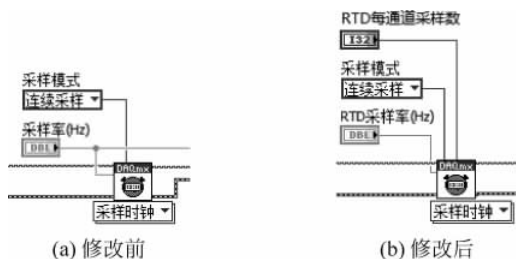

图 3-21 添加“RTD 每通道采样数”输入控件并修改程序框图
② 右击“采样时钟”函数的“每通道采样数”接线端,在弹出的快捷菜单中选择“创建”→“输入控件”命令,然后将该控件的标签修改为“RTD 每通道采样数”;将“采样率(Hz)”控件的标签修改为“RTD 采样率(Hz)”,同时删除该控件右侧分支处的连线,如图 3-21 所示。
(2) 修改范例“电压-连续输入”函数的定时设置。